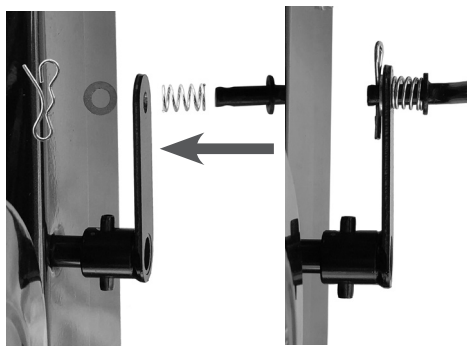

Рис. 11. Подключение тяги к нижнему рычагу
- установите нижний конец тяги в отверстие нижнего рычага механизма переключения передач (расположен на корпусе трансмиссии сзади), как показано на Рис. 11 и зафиксируйте тягу шплинтом;